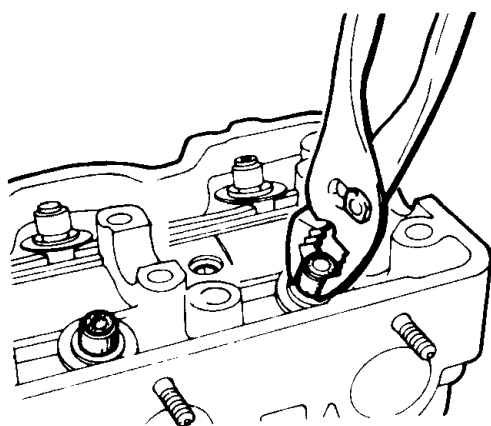

图 2-57 拆卸气门杆密封件
(3) 如图 2-57 所示，拆卸气门杆密封件时，用钳子拆卸气门杆密封件。注意不要再用拆卸的气门杆密封件。